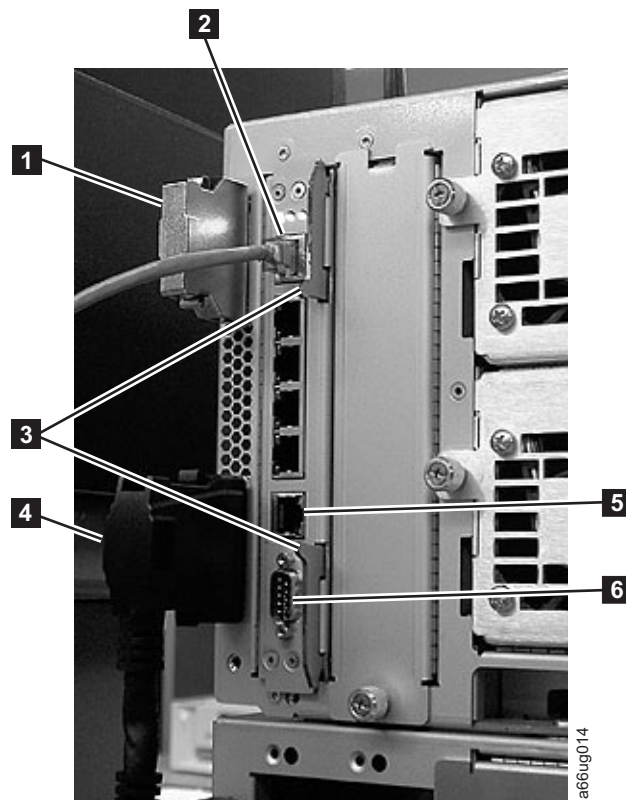

図 11-8. ライブラリー制御ブレード
- LCB 上部および下部付近の 1 対のラッチ (図 11-8 の **3**) をつかみ、所定の場所にカチッと音がするまで押し込みます。
- イーサネット・ケーブル (図 11-8 の **2**) を再接続します。タブをつまんで、コネクタを LCB 内に押し込みます。
注: イーサネット・ケーブルの下には 6 つのスロットがあります。上の 4 つのスロットは将来利用できるように予約されています。下の 2 つのスロットはイーサネット・ポート (図 11-8 の **5**) およびシリアル・ポート (図 11-8 の **6**) として指定され、IBM サービス技術員が使用するために予約されています。